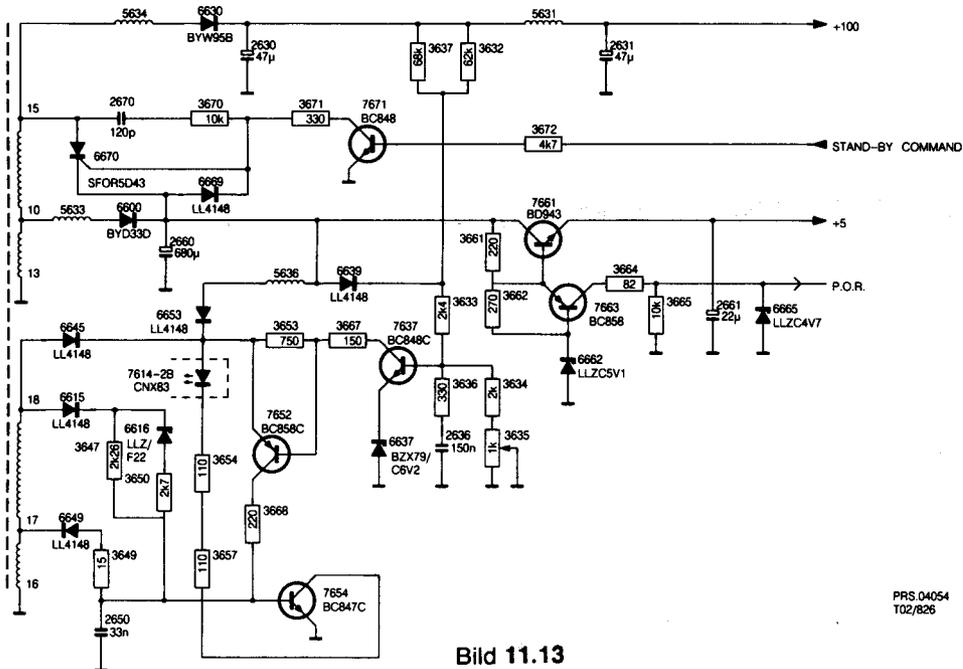

Bild 11.13
11.3 Funktion während Bereitschaft (Bild 11.13)
Ueber die ernbedienung U1986 geht der Befehl 'stand-by' an Anschluss 35 von Mikrocomputer IC7720 (siehe Bild 11.13) ein. Durch sein Programm gesteuert, erzeugt der Mikrocomputer nun ein tiefes Niveau an Anschluss 41 ('stand-by' = 0 Volt). Wenn nun über die Tastatur Programm + oder Programm - eingetastet wird, erzeugt der Mikrocomputer ein hohes Niveau an Anschluss 41 (Fernsehbetrieb = 5 V). Dadurch wird der Fernsehempfänger wieder eingeschaltet. Wenn an Anschluss 41 des Mikrocomputers ein tiefes Niveau ansteht, wird TS7671 über R3672 aus dem leitenden Zustand gebracht. Dadurch wird Thyristor 6670 über R3671 in den leitenden Zustand überführt. Die Spannung an Wicklung 13-15 von Transformator 5625 wird dann durch Thyristor 6670 gleichgerichtet, so dass die Versorgungsspannung von +100 V dem Kondensator 2660 zugeführt wird. Während gewöhnlichen Betriebs steht eine Spannung von etwa 13 V an dem Knotenpunkt von R3633 und D6639 an. Da die Spannung von Kondensator 2660 diesen Wert jedoch überschreiten wird, wird diese Spannung über Diode 6639 an diesen Knotenpunkt und folglich an den Regelkreis weitergeleitet. Der Regelkreis bewirkt, dass Schalttransistor 7625 ausgeschaltet bleibt, bis die Spannung an dem Knotenpunkt von D6639 und R3633 wieder wieder ihren gewöhnlichen Wert erreicht hat. Dadurch werden alle Ausgangsspannungen so weit zurückgeregelt, dass die angeschlossenen Schaltungen nicht länger arbeiten. Da